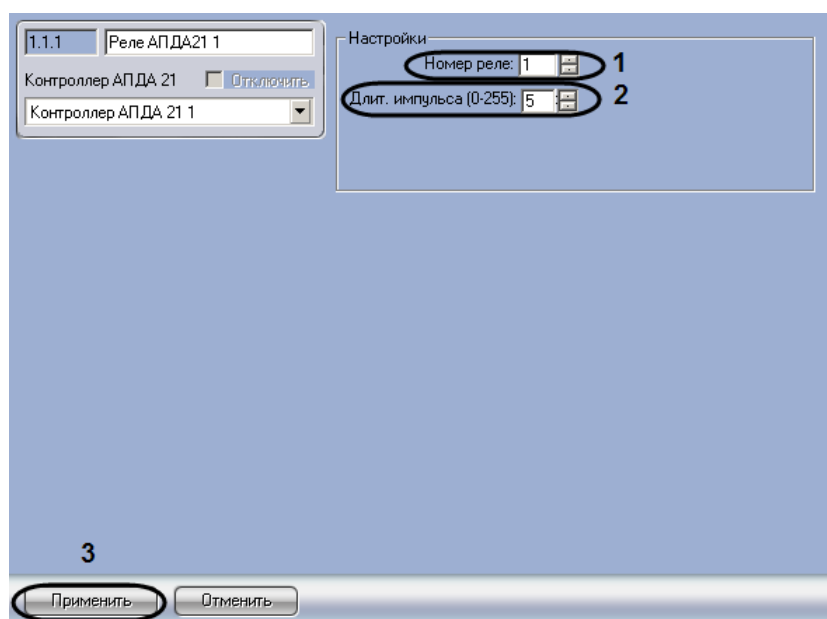

Рис. 3.5—2 Настройка дополнительного реле
2. В поле **Номер реле**: ввести с помощью кнопок **вверх-вниз** номер реле (возможные значения **1** и **2** для контроллера АПДА.21, для контроллера АПДА.41 – **1, 2, 3** или **4**) (см. Рис. 3.5—2, 1).
3. В поле **Длит. импульса (0-255)**: ввести с помощью кнопок **вверх-вниз** длительность импульса в секундах срабатывания реле (возможные значения от 0 до 255) (см. Рис. 3.5—2, 2).
4. Для сохранения внесенных изменений нажать кнопку **Применить** (см. Рис. 3.5—2, 3).